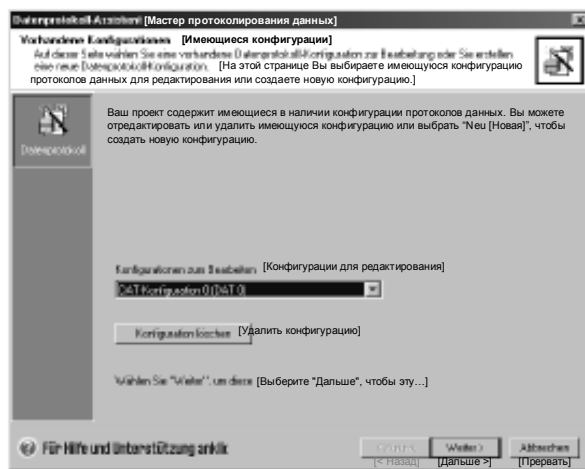

Рис. 14–4. Редактирование существующих конфигураций протоколов данных
1. Откройте ниспадающий список конфигураций и выберите существующую конфигурацию протоколов данных, как показано на рис. 14–4.
Мастер протоколирования данных создает блок в области памяти переменных ПЛК. Этот блок является адресом в памяти, где будет создаваться запись протокола данных перед занесением ее в модуль памяти. Вы указываете начальный адрес в памяти переменных, где вы хотите поместить конфигурацию. Вы можете ввести этот адрес в памяти переменных сами или предоставить возможность Мастеру протоколирования данных предложить адрес неиспользуемого блока памяти переменных нужного размера. Размер блока зависит от выбранных вами опций в Мастере протоколирования данных. См. рис. 14–5.